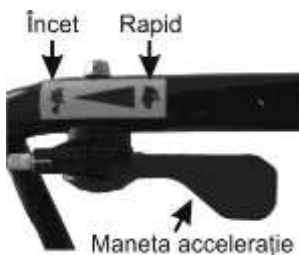

Fig. 28
- Maneta de accelerație reglează turația motorului la nivelul dorit. Vezi Fig.28.
9. Mutați accelerația de la "viteză încet" la "viteză superioară" când este la aproximativ 1/3 din viteza maximă. Vezi Fig.28
- 1) Mutați maneta de accelerație la viteza cea mai joasă. Vezi Fig.28